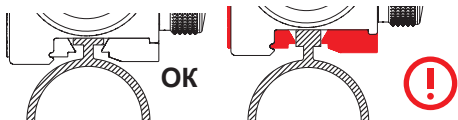

Рис. 2 Установка прицела
- 3 Поместите прицел на ствольную планку. Прижмите прицел к ствольной планке (см. Рис. 2) и затяните **винты** на **регулируемом основании** до полной затяжки (это будет соответствовать моменту затяжки около 1 Нм). Используйте два **винта** для выравнивания **основания** по отношению к корпусу прицела.